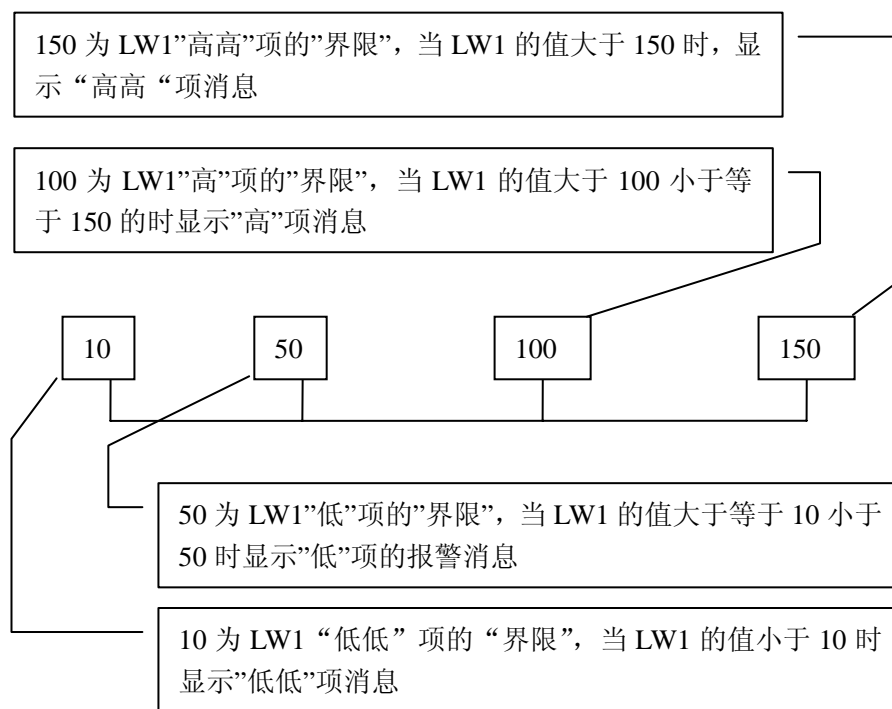

图 7-21 LW1 地址的四个地址值区域的划分图
- 单击列表框中的每一项，把鼠标移动到右方的“界限”中，为该项输入一个数据。再把鼠标移动到右方的“消息”模块中的“文字”编辑框中，在该编辑框中为该项输入文本信息，也即是报警内容。这里假设设置的消息（即报警内容）如图 6-20 所示。从图 6-20 可以看出，每个地址值可以划分为 4 个区域，即报警地址数据的分区。这个区域分别为：低低，低，高，高高。下面以地址 LW1 为例说明这四个区域的含义（LW1 地址的四个选项的“使用”都选中）。如图 7-21 所示：